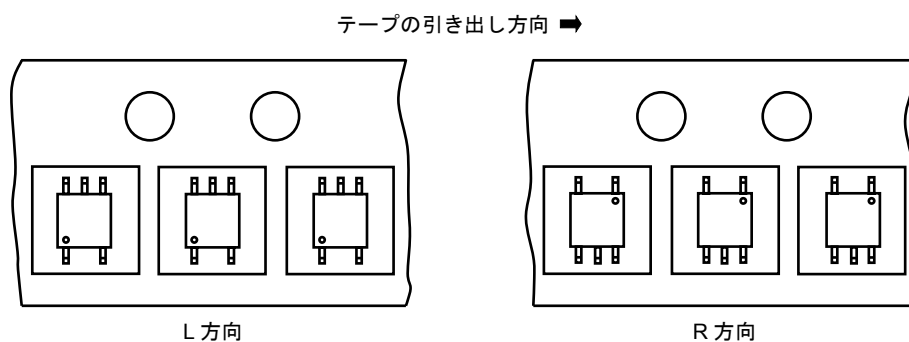
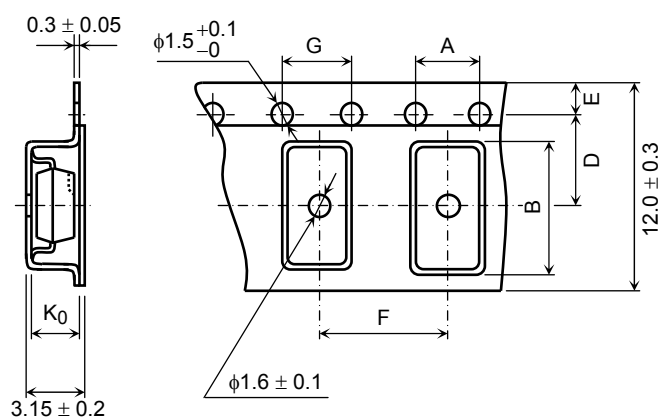
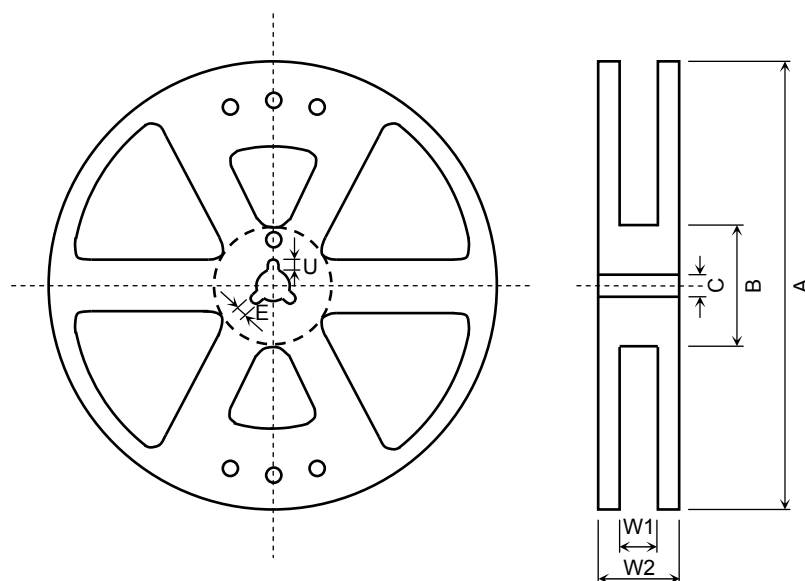

図 1 凹み角穴内の製品の向き
図 2 テーピング形状
図 3 リール形状
*標準値は全て $T_a=25^\circ\text{C}$ の値注 5: C_L はプローブとワイヤの浮遊容量($\sim 15\text{pF}$)図 1 V_{OL} 測定回路図 2 V_{OH} 測定回路図 3 I_{CCL} 測定回路図 4 I_{CCH} 測定回路
キャリアテープ凹み角穴内の製品の向きは、図 1 に示すとおりです。
- (1) テープ材質: プラスチック (静電防止仕様)
- (2) 寸 法: 図 2 および表 3 に示します。
- (1) 材 質: プラスチック
(2) 寸 法: 図 3 および表 4 に示します。